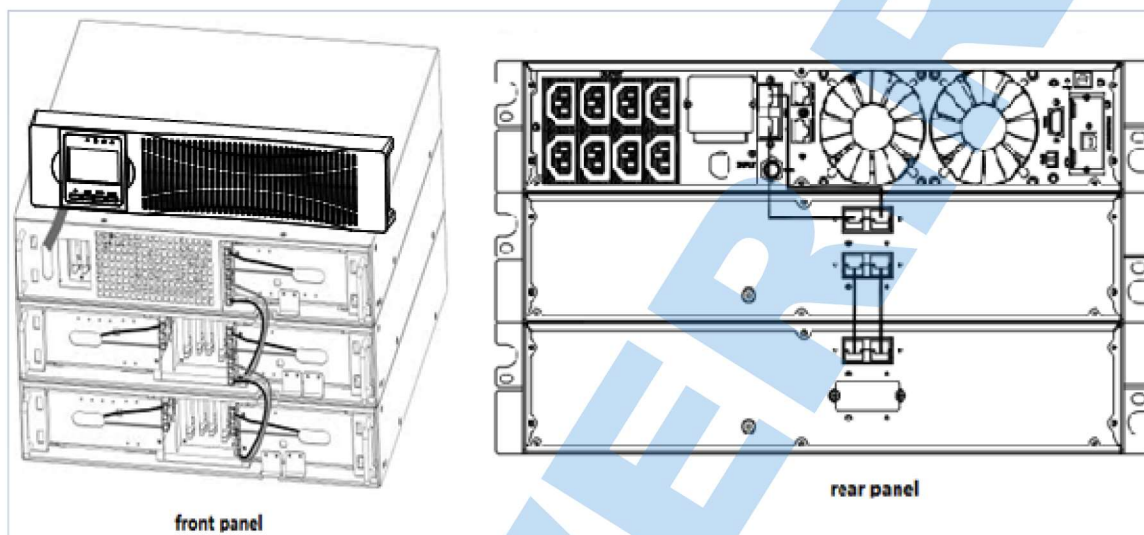

Рис. 3-13. Подключение ЕВР.
3. Для нижнего (или единственного) ЕВР снимите кабельную направляющую только на верхней части передней крышки (см. рис. 3-13).
4. Если вы устанавливаете более одного ЕВР, для каждого дополнительного ЕВР снимите направляющие сверху и снизу (см. рис. 3-13).
5. Подключите кабель ЕВР в батарейный разъём к ИБП как показано на рис.3-13. К ИБП можно подключить до 4х блоков ЕВР. Соблюдайте цветовую полярность соединений.